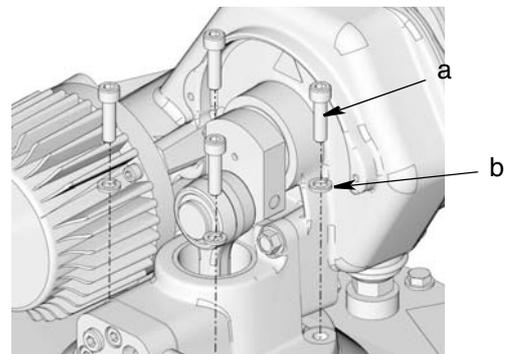

Рис. 48
26. Совместите отверстия в основании насоса с отверстиями в крышке бака / резервуара. Надежно прикрепите насос к крышке бака / резервуара с помощью болтов (a) и шайб (b) (Рис. 48).